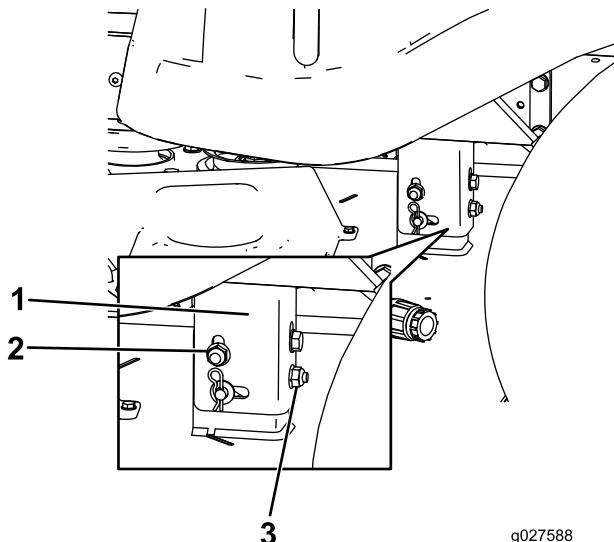

Figura 62
8. Alzate o abbassate il lato sinistro del piatto di taglio ruotando il dado posteriore (Figura 62).